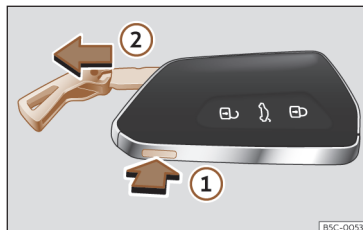

Fig. 65 Llave del vehículo: extraer el espadín.
- Pulse el botón >>> **fig. 65 ①** para hacer salir la argolla a modo de llavero y poder extraer el espadín **②**. Si presiona ligeramente sobre la argolla, esta se quedará fija a modo de llavero.
- Pulse el botón >>> **fig. 65 ①** para desbloquear. Mantenga pulsado el botón **①** y al mismo tiempo tire de la argolla en la dirección de la flecha >>> **fig. 65 ②** para extraer completamente el espadín.